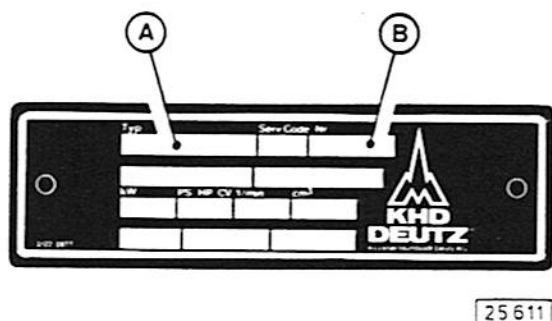

Fig. 1
Le type (A) et le N° du moteur (B) sont mentionnés sur la plaque du constructeur (fig. 1). Cette dernière est apposée sur le carter-moteur. (fig. 2) Le N° du moteur est en outre estampé sur le carter-moteur. (fig. 3)